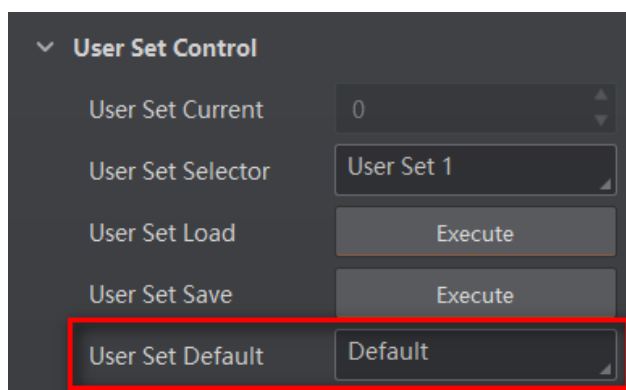

图4-33 设置默认启动参数
- 设置默认启动参数：通过 User Set Default 参数下拉选择设备上电时默认启动的参数，如图 4-33 所示。